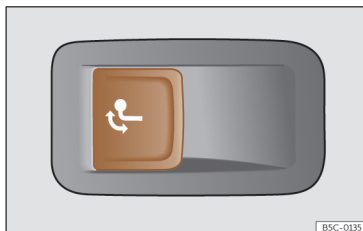

Fig. 197 No lado esquerdo da bagageira: botão para desbloquear o gancho de reboque.
- Puxe o botão >>> Fig. 197 de forma breve. O gancho de reboque desbloqueia-se eletricamente e roda-se automaticamente para fora. A luz de controlo do botão pisca.
- Puxe o botão >>> Fig. 197 de forma breve. O gancho de reboque desbloqueia-se eletricamente.
- Nunca pressione o botão >>> Fig. 197 quando tiver um reboque engatado ou estiver montado um porta-bagagens ou outros acessórios sobre o gancho de reboque.